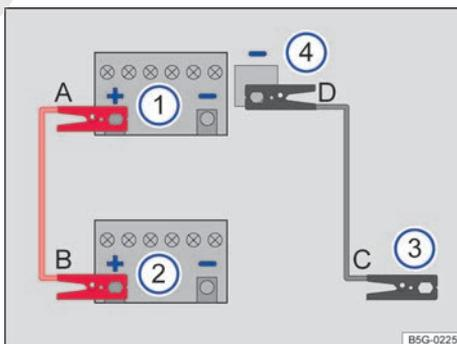

Fig. 191 Esquema para conectar los cables de arranque en el caso del vehículo que suministra la corriente.
Leyenda de la **fig. 191**:
Los cables de arranque solo se deberán conectar siguiendo el orden **A - B - C - D** → **fig. 191**.
- Conecte un extremo del cable de arranque *rojo* al polo positivo (+) del vehículo con la batería de 12 voltios descargada → **fig. 191** ① → ⚠.
- Conecte el otro extremo del cable de arranque *rojo* al polo positivo (+) de la batería de 12 voltios del vehículo que suministra la corriente → **fig. 191** ②.
- Conecte un extremo del cable de arranque *negro* → **fig. 191** ③ preferentemente a una toma para la ayuda de arranque (terminal de masa); de lo contrario, a la argolla de remolque delantera previamente enroscada, al bloque motor o a una pieza de metal maciza atornillada fijamente al bloque motor.
- Conecte el otro extremo del cable de arranque *negro* → **fig. 191** ④ preferentemente a la toma para la ayuda de arranque (terminal de masa) → pág. 244 del vehículo con la batería de 12 voltios descargada; de lo contrario a la argolla de remolque delantera → pág. 246 previamente enroscada, al bloque motor o a una pieza de metal maciza que vaya atornillada fijamente al bloque motor → ⚠.
- Desconecte los cables de arranque únicamente en el orden **D - C - B - A** → **fig. 191** con los motores en marcha.